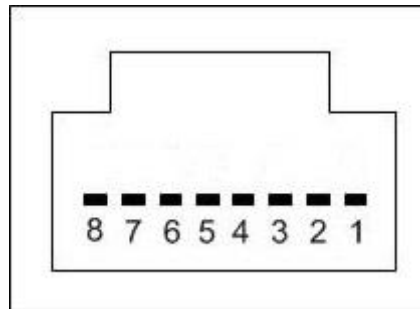

Рисунок 3 – Нумерація контактів роз'єму X202 (12) (типу RJ-45) першого додаткового інтерфейсу
На рис.3 зображено нумерацію контактів роз'єму X202 (12) для лічильників всіх модифікацій.